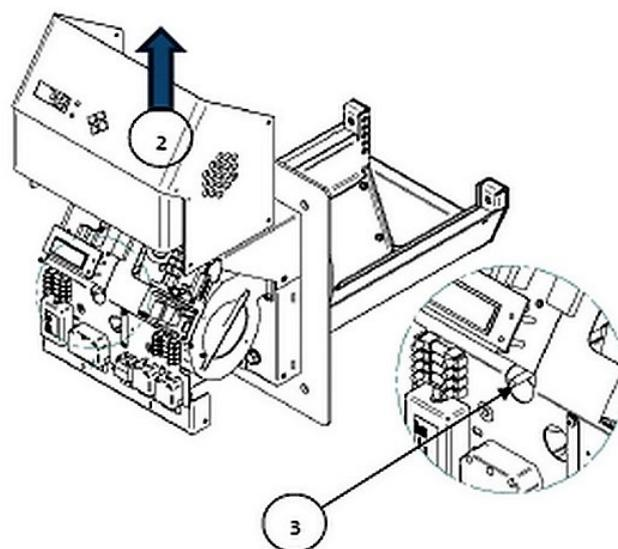

Рисунок 8.
2. Снимите крышку корпуса горелки. Отсоедините провод блока кнопок от платы управления (Рис. 8).
3. Отсоедините трубку измерения разряжения в горелке (Рис. 8).